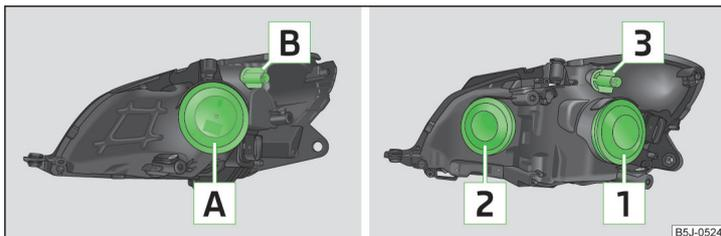

Fig. 161 Asignación de bombillas: faros halógenos / faros proyectores halógenos
- Retirar la tapa protectora **A** » fig. 161 de la página 188.
- Retirar la tapa protectora **1** » fig. 161 de la página 188.
- Retirar la tapa protectora **2** » fig. 161 de la página 188.
- Girar el portalámparas **B** » fig. 161 de la página 188 o el portalámparas **3** hasta el tope en el sentido contrario al de las agujas del reloj y sacarlo junto con la bombilla para la luz intermitente.
- Retire la tapa de protección **A** » fig. 161 de la página 188 y/o **2**.